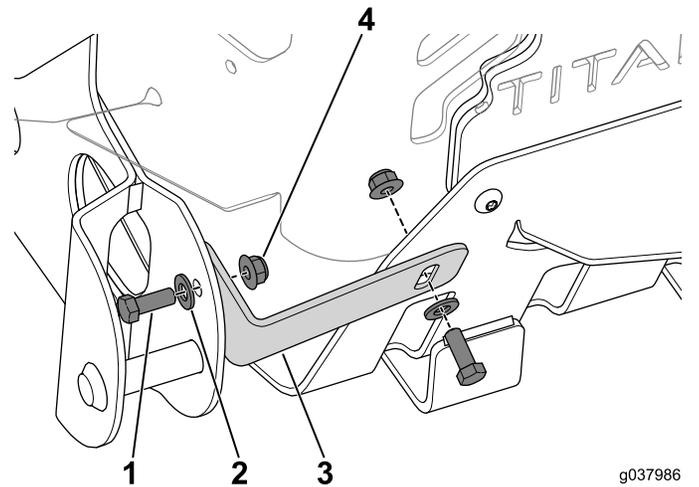

Bild 14
- Befestigen Sie die Halterung für das Heckfangsystem mit zwei Schrauben ($\frac{3}{8}$ " x 1"), zwei Scheiben und zwei Muttern an der Maschine (Bild 14).